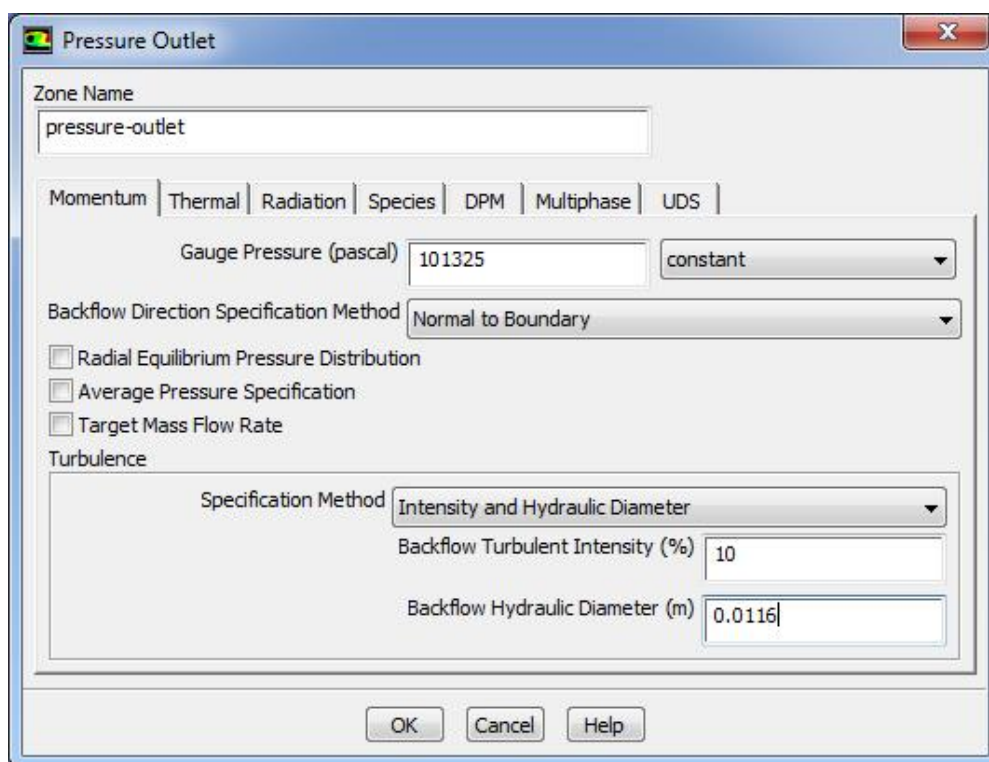

Рисунок 1.17 – Меню настройки давления на выходе *pressure\_outlet*
3. Для задания граничного условия на выходной границе в меню *Boundary Condition* нужно выбрать имя данной границы (*pressure\_outlet*) и нажать кнопку *Set*. Это вызовет появление меню *Pressure Outlet* (рисунок 1.17).